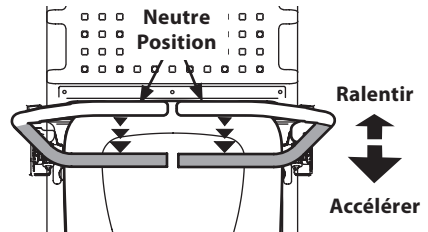

Figure 24
1. Déplacez lentement et uniformément les deux leviers de contrôle vers l'arrière. Le tracteur commencera à se déplacer en sens inverse (Figure 24).